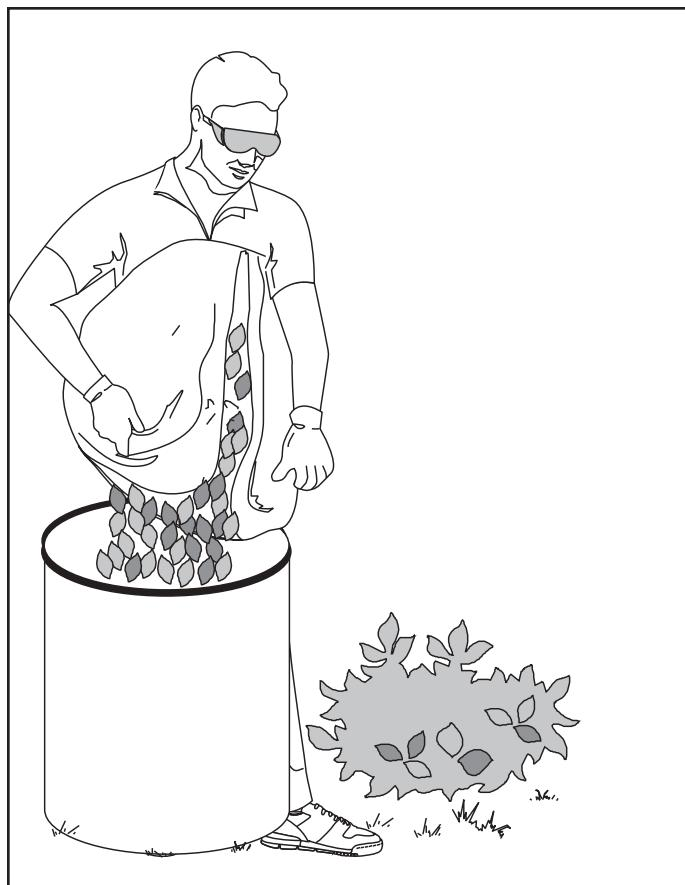

Fig. 9
2. Desconecte la unidad de la corriente antes de quitarle la bolsa. Cuando la quite, agítela vigorosamente para vaciar el contenido completamente. (Fig. 9)